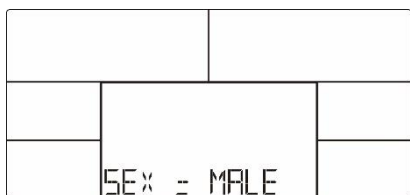

Bild 21
2. Datorn kommer att be dig ange information om GENDER (bild 21), AGE, HEIGHT och WEIGHT innan den påbörjar mätningen.